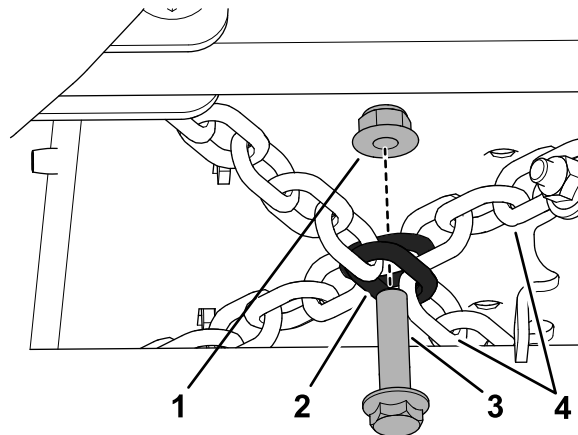

図 15
- チェーンがクロスしているところ図 15 で、フランジヘッドボルト $\frac{3}{8}$ x 1- $\frac{1}{2}$ "とフランジロックナット $\frac{3}{8}$ "でチェーン同士を組み合わせる。